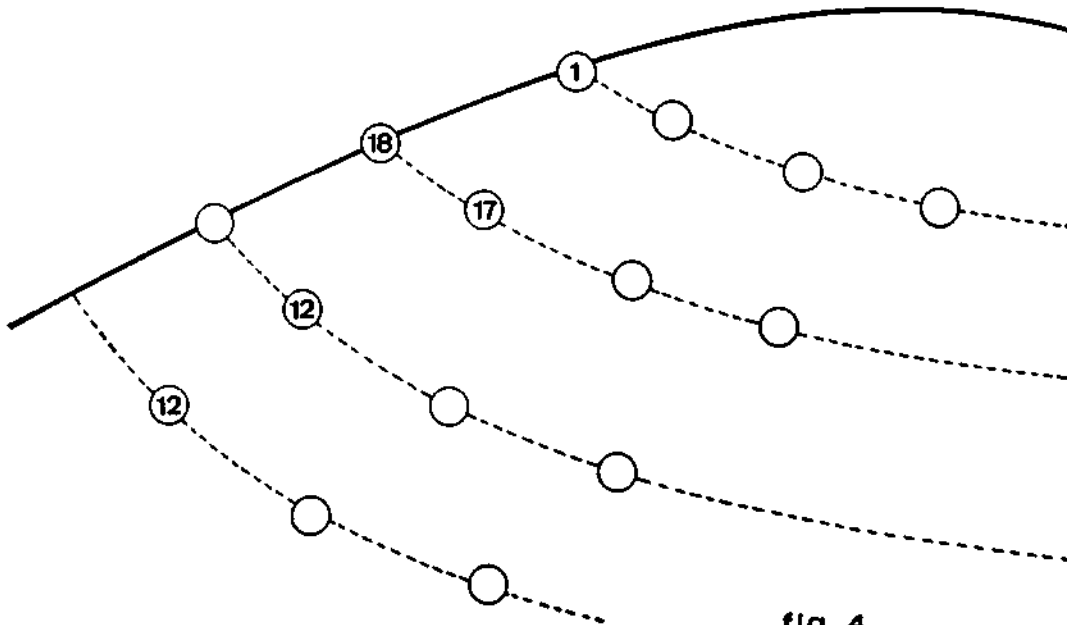

fig. 4
- h) Ao terminar a locação, faça a correção ou suavização das curvas dando melhor alinhamento nas estacas fincadas/para que as curvas não fiquem muito irregulares (fig. 4).
- c) Passe novamente o arado no canal, procurando jogar terra em cima daquela puxada com a enxada (fig. 4).